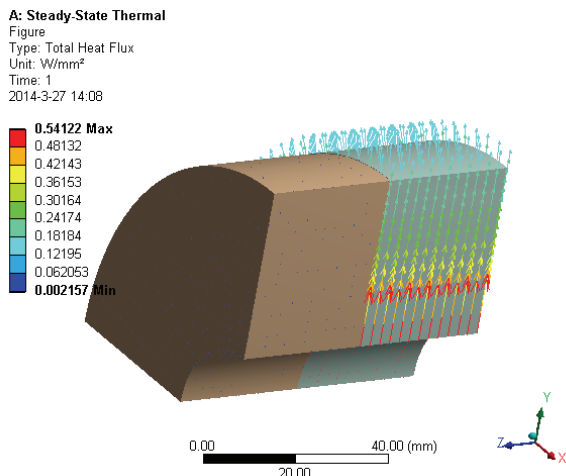

图 22-15 热流场
7) 在 Outline 树结构图中的 Total Heat Flux 上单击右键，在弹出的快捷菜单中选择 Evaluate All Results，此时进行求解，求解后得到的图形如图 22-15 所示。